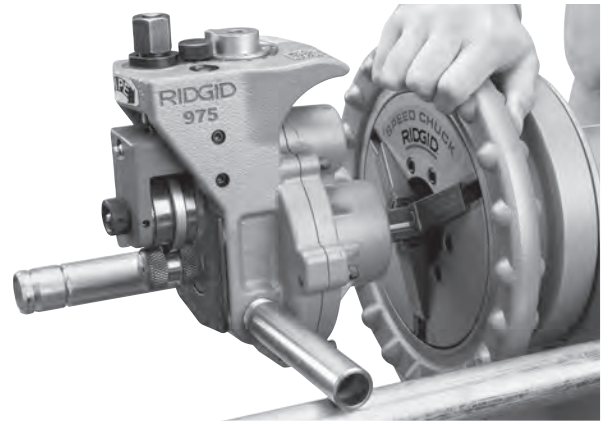

Figura 3 – Instalación de la ranuradora a rodillos combinada 975 en el mandril de un accionamiento motorizado 300
2. Monte los brazos de soporte de la ranuradora sobre los brazos de soporte del accionamiento motorizado. Coloque el extremo del eje de mando de la ranuradora en el mandril de la máquina. Cierre y apriete el mandril del accionamiento motorizado sobre los planos del eje de mando de la ranuradora. Asegure que el eje de mando está centrado en el mandril. Gire el volante del accionamiento motorizado hacia la izquierda repetidamente con golpes fuertes para enclavar las mordazas del mandril alrededor del eje de mando (Figura 3).